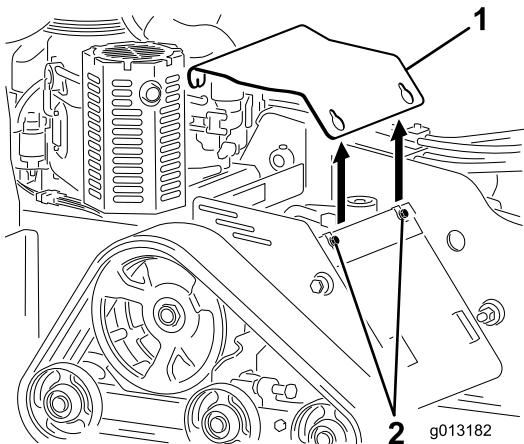

Figure 26
3. Desserrez les 3 boulons qui fixent la plaque au châssis l'un après l'autre jusqu'à ce que la plaque se détache (Figure 26).
2. Glissez la plaque de protection en place et fixez-la avec les 3 boulons retirés précédemment (Figure 26).